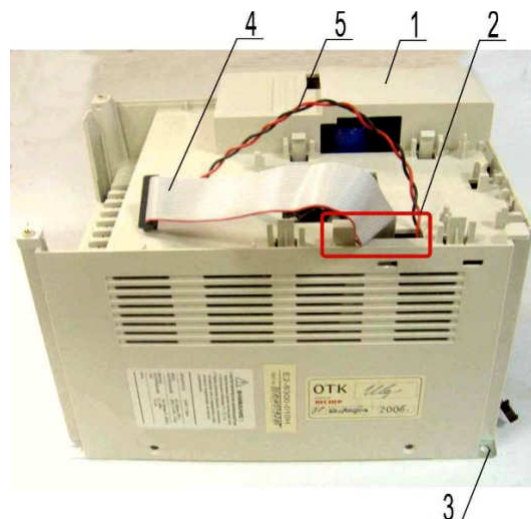

Рисунок 7.12
7.4.1 Установить корпус 1 на основание 3, вывести в окно 2 провод питания ЦП и шлейф ЦП (рисунок 7.12).